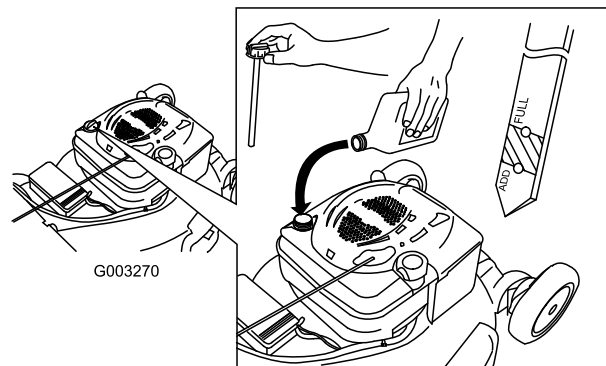

Figure 36
4. Versez de l'huile **lentement** dans le goulot de remplissage pour faire monter le niveau de liquide jusqu'au repère du plein (Full) sur la jauge (Figure 36). **Ne remplissez pas excessivement.** (Remplissage